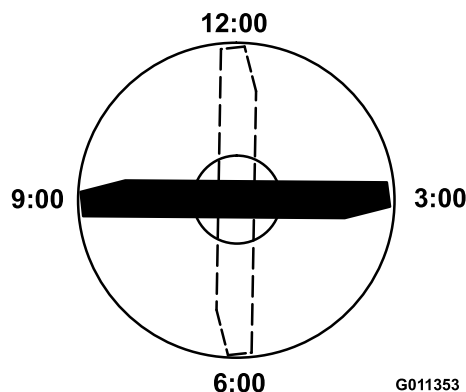

図 71
3. ブレードの印の付いているほうの端部を12時の位置車両進行方向に向け、作業台の表面からブレードの切っ先までの高さを測定する 図 71。
4. 印の付いている端部を3時の位置と9時の位置に向けてそれぞれ高さを測定する 図 71。